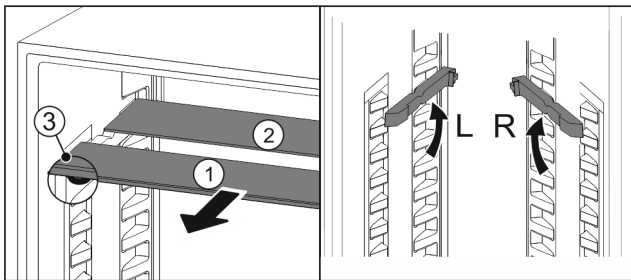

Fig. 76
- ▶ Sortir les tablettes par l'avant Fig. 76 (1).
- ▷ La tablette en verre Fig. 76 (1) avec bordure décorative est située à l'avant.
- ▷ Les butées Fig. 76 (3) sont orientées vers le bas.